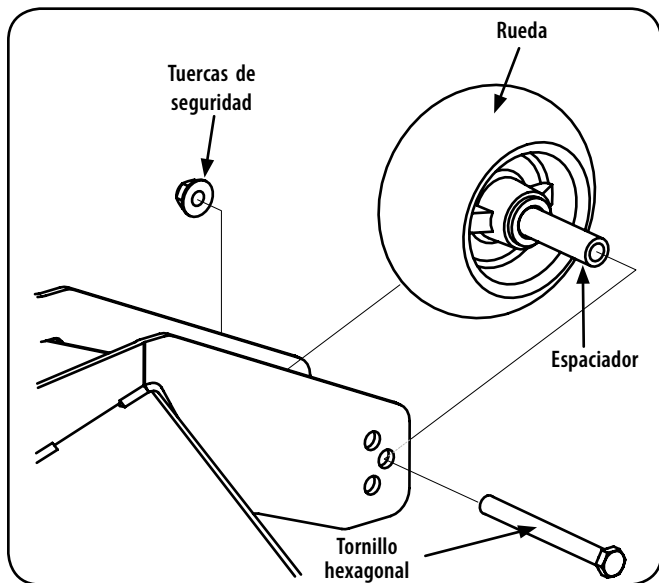

Figura 34
11. Retire la tuerca de seguridad que fija uno de los tornillos hexagonales de las ruedas de calibración delanteras a la plataforma. Retire la rueda de calibración, el tornillo hexagonal y el espaciador. Vea la Figura 34.